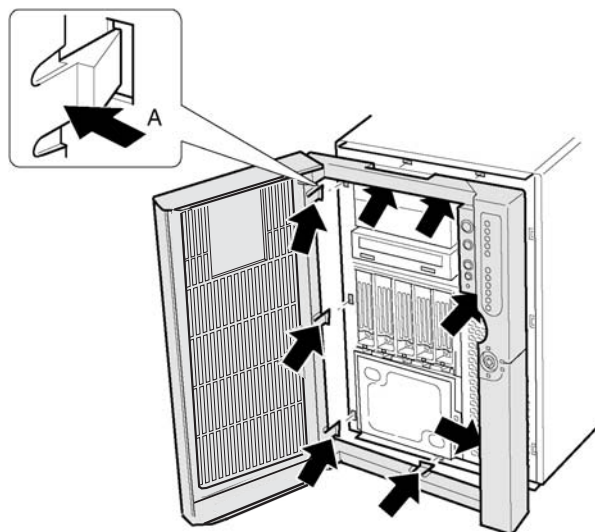

Figura 62 - Rimozione della cornice tower originale
- 4 Premere ciascuna delle otto linguette di plastica (Figura 62, A) sul telaio della cornice finché tutte le linguette non si sono sganciate dalle loro scanalature, quindi sollevare la cornice dallo chassis.